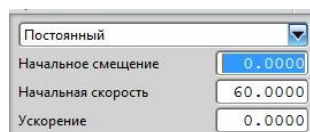
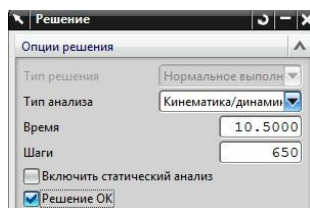
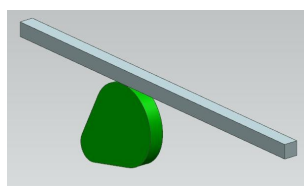

Рис.71
рис.72
рис.73
рис.73а
•На рис.71 предложены параметры движителя в малом звене, а на рис. 72 – рекомендуемые параметры *Решения*. Можете выполнить и аналогичный пример, представленный на рис.73. Но учтите, что система трудно воспроизводит ситуации, показанные на рис.73а. А именно, когда в какой-то момент сопрягаемые кривые соприкасаются своими **прямолинейными** участками. В такой ситуации система может выдать ошибку. Чтобы избежать такой ситуации, можно заменить постоянный движитель во вращательном шарнире на гармонический с ограничениями по углу вращения.